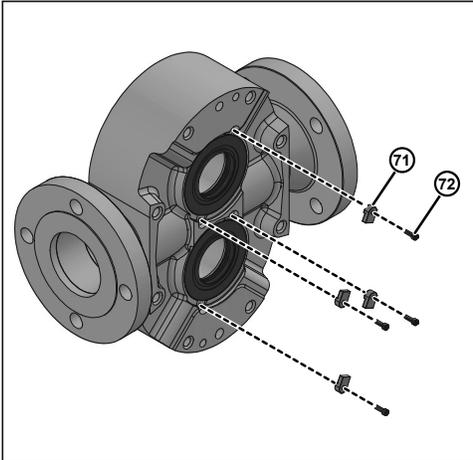

Ilustración 112 - Quitar los tornillos y la lengüeta de retención
1. Retire todos los pernos de la lengüeta de retención (72) y las lengüetas de retención (71) del cuerpo de la bomba, como se muestra en la Ilustración 112. Esto es aplicable al modelo 006-130.